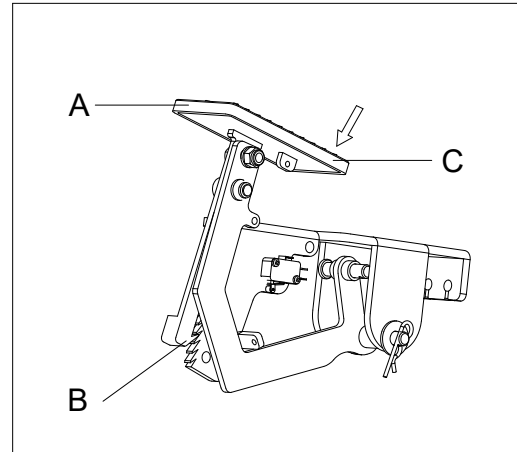

Figure 11
1. Serrer le frein de stationnement en appuyant sur l'avant de la pédale (A, figure 11) et en activant le levier (B, figure 11).
2. Desserrer le frein de stationnement en appuyant sur l'arrière de la pédale (C, figure 11) et en la relâchant.